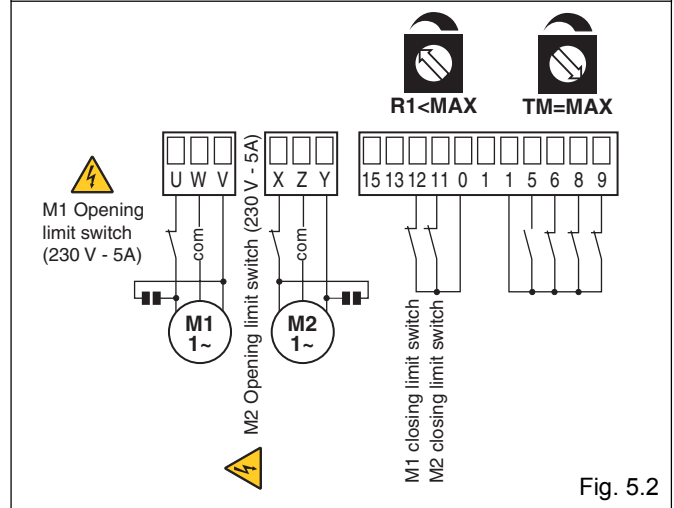

Fig. 5.2
- (Fig. 5.2) **De panelen stoppen op de begrenzers en keren om op de obstakels**